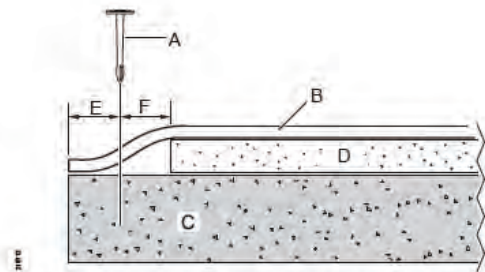

Bild 7: Överdragets placering från sidan.
1. Borra hål (Ø 6,5 mm eller 7 mm) 50 mm från båssets framkant på ena sidan av båsraden (se Bild 7).
OBS! 50 mm måste lämnas (E och F i Bild 7) mellan spikexpandern och skummadrassen (D i Bild 7).
2. Borra övriga hål med 400 mm mellanrum och 50 mm från långsidan av skyddsöverdraget (B i Bild 7).
3. Slå ned spikexpandern (A i Bild 7) i de borrade hålen i skyddsöverdraget.